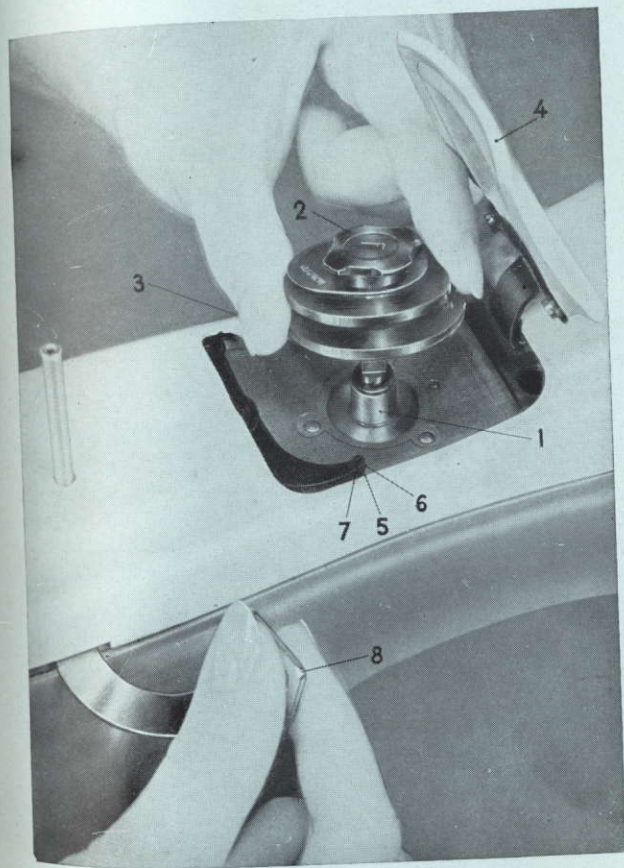

Fig. 76
- a) Druk hefboom « 8 » (fig. 76) zover mogelijk naar links.